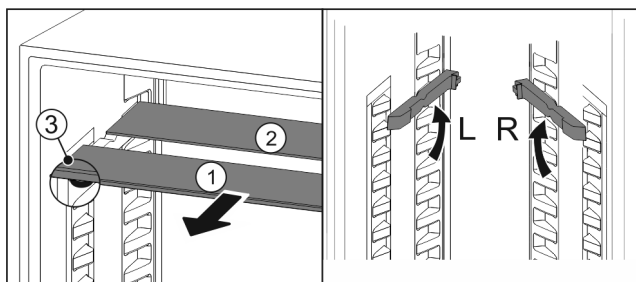

Fig. 100
- ▶ 将玻璃隔板逐个向前拉出 Fig. 100 (1)。
- ▶ 带装饰条的玻璃隔板 Fig. 100 (1)在前。
- ▶ 阻挡装置 Fig. 100 (3)指向下方。